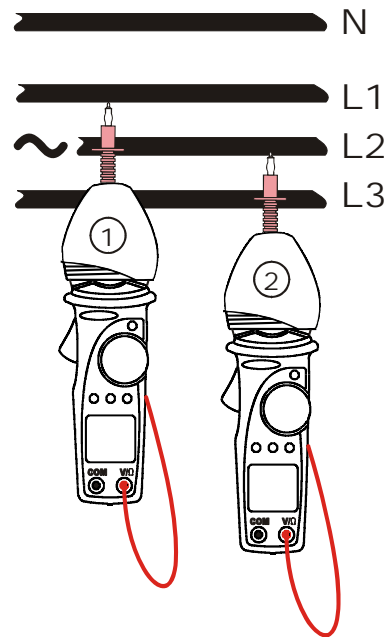

Abb. 15: Messung der Phasenfolge mit Hilfe der Schutzkappe
Falls nötig kann die rote Prüfspitze an der Gummischutzkappe befestigt werden. (s. Abb. 15, 1. Messung)
9. Verbinden Sie die rote Prüfspitze mit dem Leiter der 2. Phase. (s. Abb. , 2. Messung oder Abb. 15, 2. Messung)